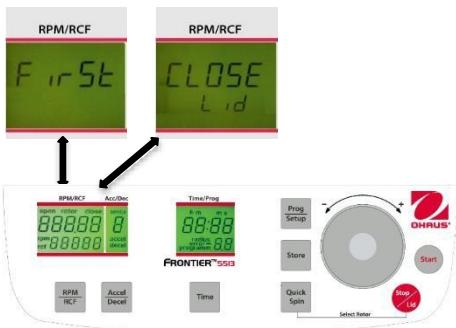

Figure. 20
Si les échantillons sont sensibles à la température, il est utile de pré-refroidir la centrifugeuse, le rotor et finalement les godets à la température requise de fonctionnement. Pour ce faire, insérer le rotor retenu et prédéfinir la température correspondante. En appuyant simultanément sur les touches "Temp/Setup" (13) (voir la figure 20) et "Time" (6), l'utilisateur démarrera une centrifugation. Pendant le fonctionnement, l'unité choisit automatiquement une vitesse de rotation équivalente à 20 % de celle autorisée du rotor inséré. Après avoir atteint la température prédéfinie, il est possible de quitter le pré-refroidissement avec la touche **"Stop"** (10). En fonction du rotor inséré, le pré-refroidissement dure environ de 10 à 20 minutes.
Pour adapter les données, appuyer sur la touche "Store" (2) (voir les figures 20 et 21) pendant 1 seconde environ. Si le programme est correctement mémorisé, le mot "StorE" apparaît sur l'affichage "RPM/RCF" (A-1). Ceci aura pour effet de faire disparaître le mot "programm" (M10).